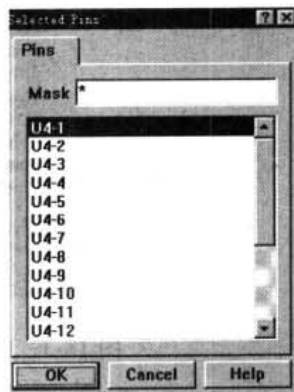

图 18-2 Selected Pins（管脚选择）对话框
- (3) 在需要产生信息报表的管脚选定后，执行 Report|Selected Pins 命令，弹出如图 18-2 所示的 Selected Pins（管脚选择）对话框。在对话框中选择引脚名称，单击 OK 按钮，系统自动进行管脚信息统计，并产生\*.dmp 的管脚信息报表。